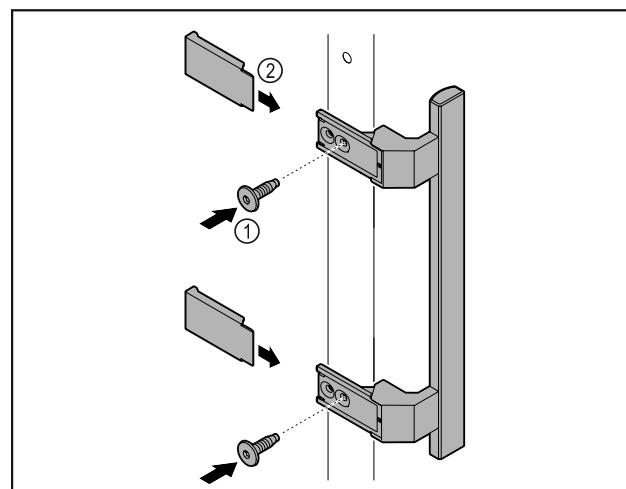

Fig. 8
► Ручку з комплекту додаткового обладнання з доданими гвинтами Fig. 8 (1) розмістити на дверях.
► Встановити кришку Fig. 8 (2).